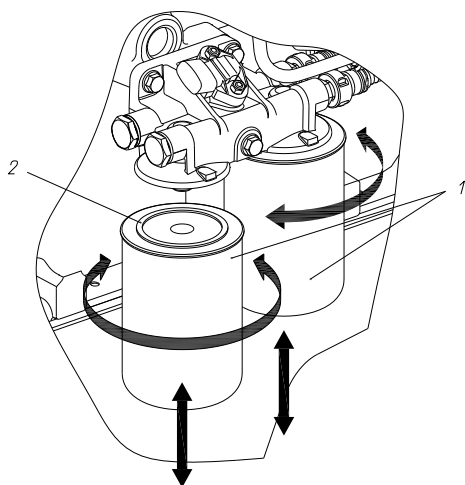

Рисунок 45 – Снятие сменных фильтров для топлива:
2. Отвернуть сменные фильтры для топлива 1 (рисунок 45). В случае затруднённого отворачивания сменных фильтров использовать специальный съёмник.